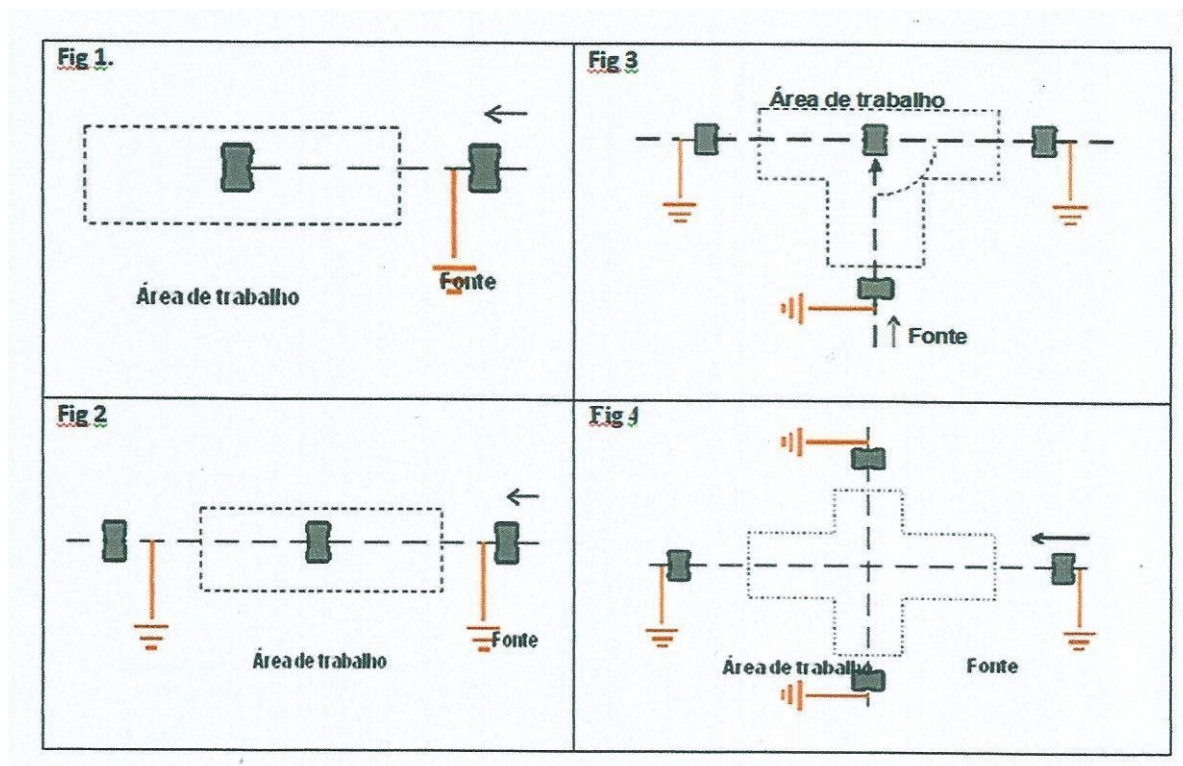

Figura 1 - Trabalho entre pontos de aterramento, exigindo no mínimo dois aterramentos, salvo quando trabalhar no último poste
- A equipe deve trabalhar entre pontos de aterramento, exigindo no mínimo dois aterramentos, salvo quando trabalhar no último poste (figura 1);